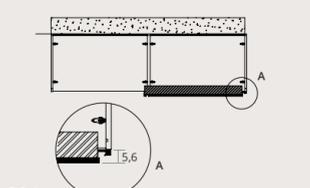

FIG. 1
- 重疊滑动门柜子深度中的门板尺寸等于5,6 cm (图1)
- 如果门板的开启边靠近墙壁, 则插入一块固定板条 (图1)